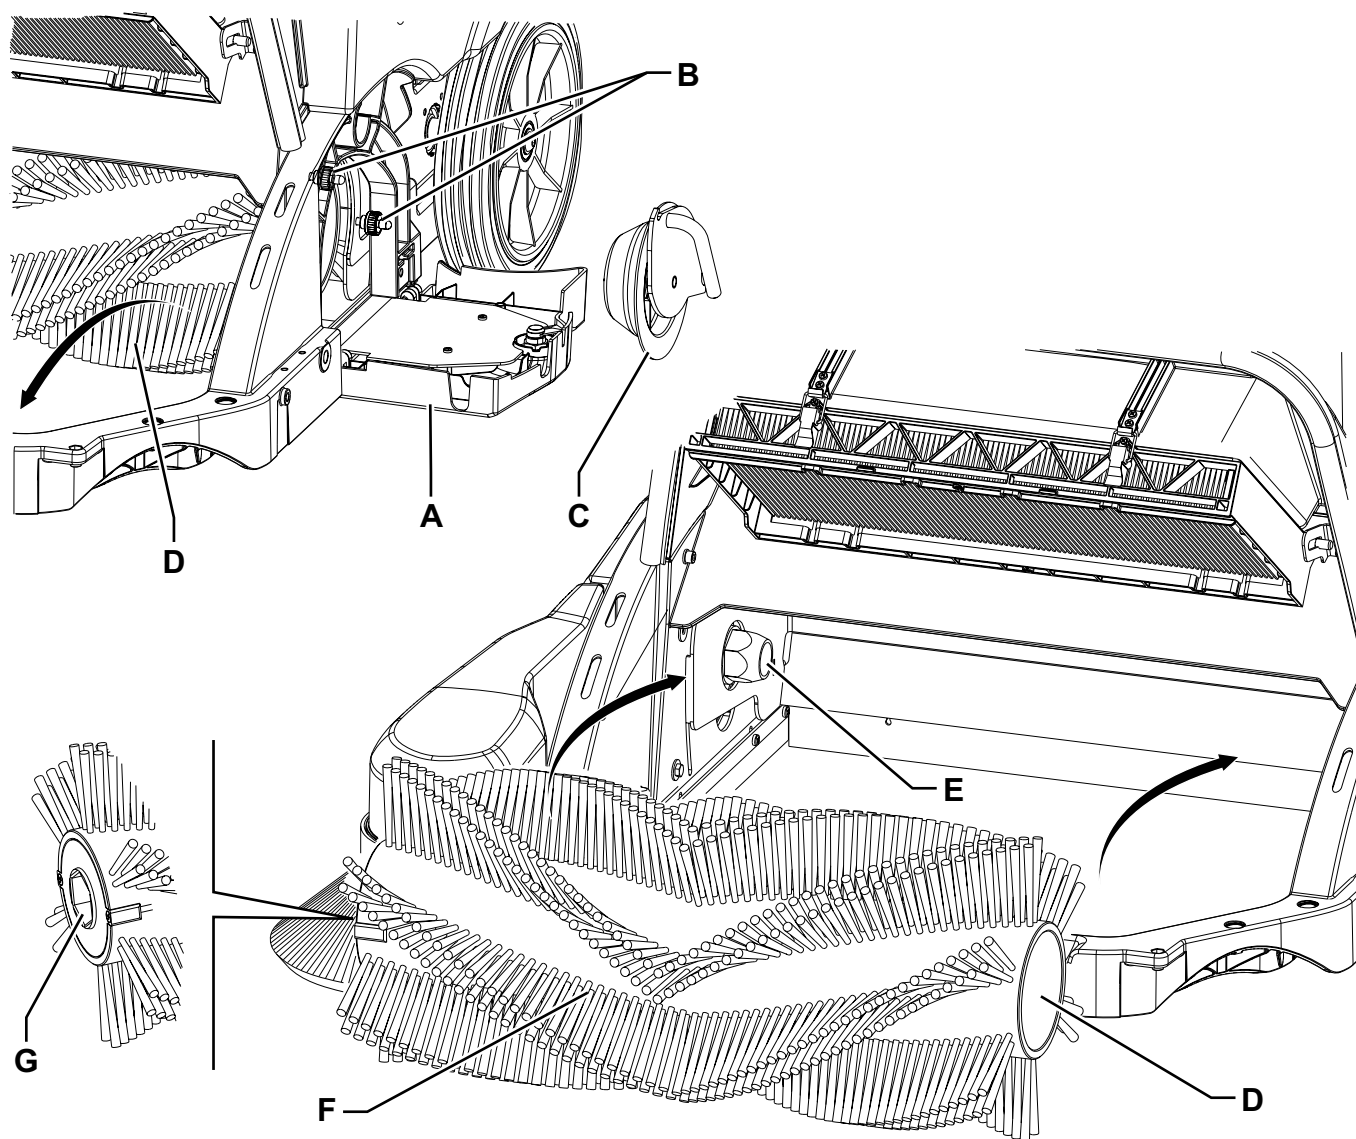

Рис. 4
2. Поверните ключ зажигания (2) в положение «0».
3. Поверните регулирующую ручку (28) высоты основной щетки по часовой стрелке до упора.
4. Выньте бункер (14).
5. Поверните ручку (23) и откройте левую дверь (А, Рис. 4).
7. Снимите основную щетку (D) с носовой части машины.
9. Щетина (F) новой основной щетки должна быть расположена так, как указано на рисунке.
10. Установите на носовую часть машины новую основную щетку и убедитесь, что отверстие (G) правильно село на соответствующую приводную ступицу (Е).